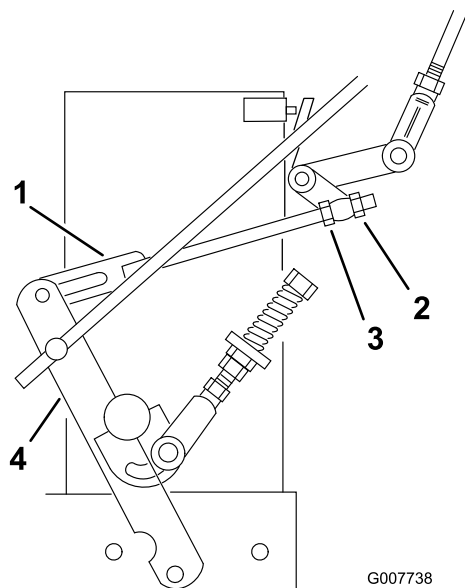

Bild 33
8. Lösen Sie die vordere Einstellmutter am linken hydraulischen Steuergestänge, wie in Bild 33 dargestellt.
9. Drehen Sie die hintere linke Einstellmutter nach links, bis sich das Rad vorwärts dreht (Bild 33).
10. Drehen Sie die hintere Einstellmutter jeweils um eine Vierteldrehung nach rechts. Schieben Sie den Fahrgeschwindigkeitshebel nach vorne und dann zurück auf Neutral. Wiederholen Sie diese Schritte, bis sich das linke Rad nicht mehr vorwärts dreht (Bild 33).